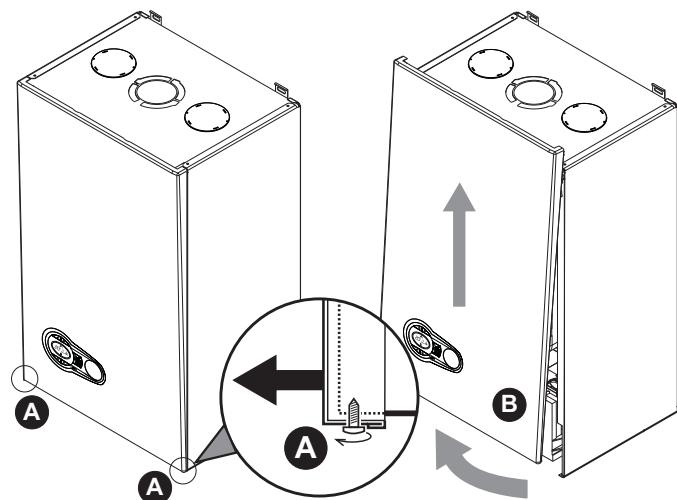

рис. 24 - Открытие передней панели
- Отвинтите не до конца винты А (см. рис. 24).